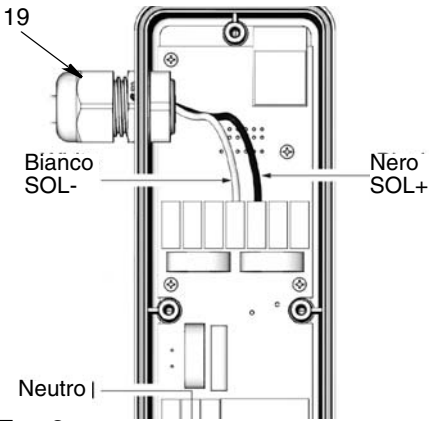

FIG. 8
11. All'interno della cassetta del PAC (2), collegare i cavi del neutro (bianco) al terminale SOL - (bianco) e della fase (nero) al terminale SOL + (nero) nella morsettiera (FIG. 8).